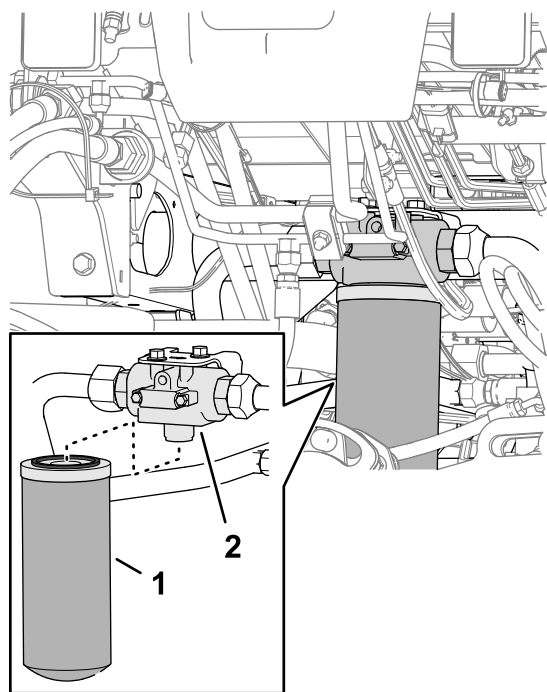

Figure 106
- Placez un bac de vidange sous le filtre de retour, à l'avant de la machine (Figure 106).